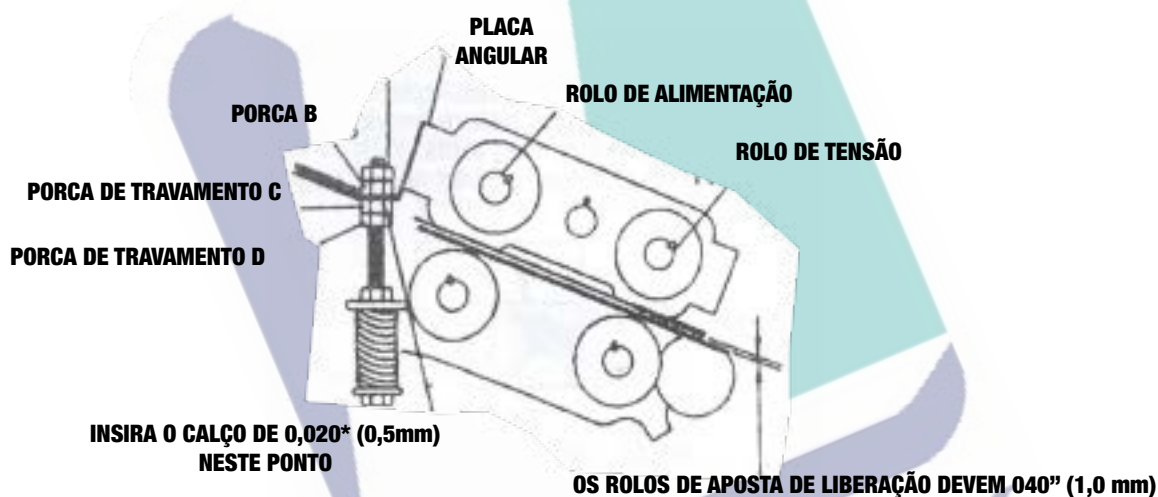

FIGURA 24. AJUSTE DE ALIMENTAÇÃO E DEZ ROLOS
3. Posicione o LS3 conforme mostrado na Figura 24. Quando ajustado, aperte os parafusos de montagem. À medida que o came gira no sentido horário, o ponto de contato do microinterruptor com o came muda de B para A, então o tempo de resfriamento começa.
1. Desmonte o conjunto do rolo e remova os detritos. Consulte a Seção de Ajuste. Figura 24.